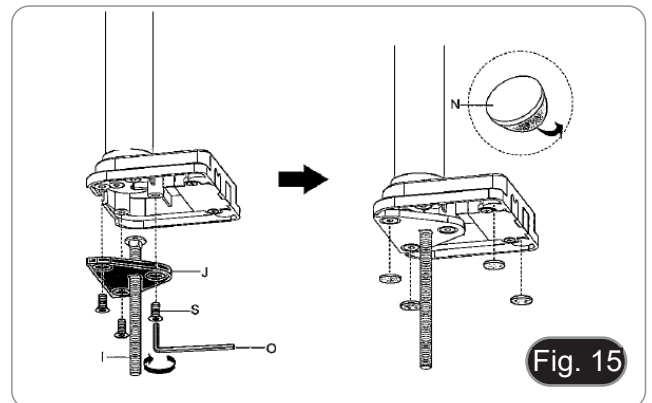

Fig. 15
3. Setzen Sie die Schraube (I) in die Befestigungsplatte (J) ein.
4. Ziehen Sie die Befestigungsplatte mit den drei Schrauben (S) fest. (Fig. 15)
5. Kleben Sie die Gummidämpfer (N) auf die Tischklemme.